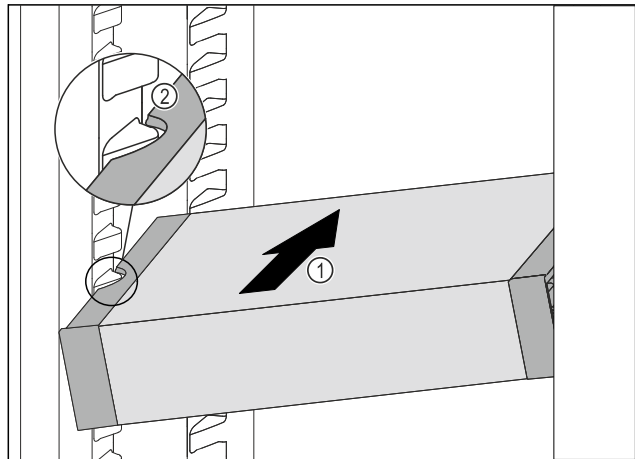

Fig. 73
- ▶ VarioSafe schuin in het koelgedeelte schuiven Fig. 73 (1), tot de uitsparingen aan de zijkant Fig. 73 (2) van de VarioSafe op de hoogte van de rib in het koelgedeelte zitten.